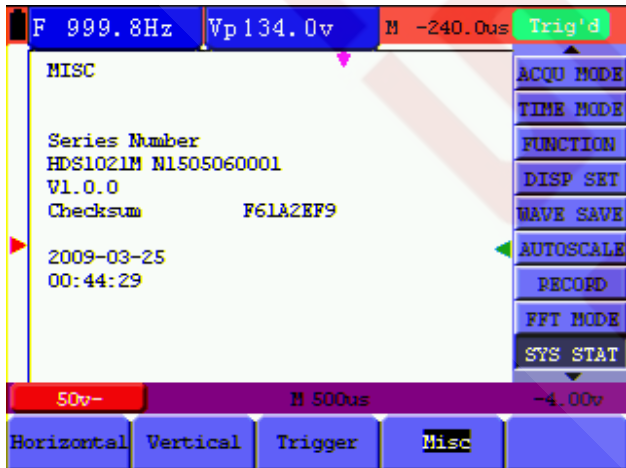

Рисунок 69. Состояние системы
3. Нажмите кнопку **F4** и выберите параметр **Misc** для отображения системного времени (см. рисунок 69).